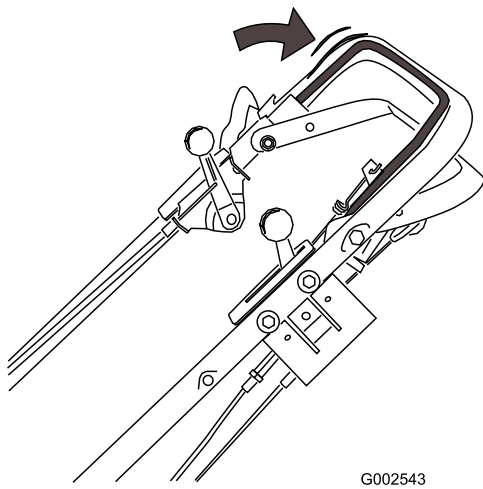

Figura 13
- Tire de la barra de control hacia el manillar, sujetándola en esa posición (Figura 13).